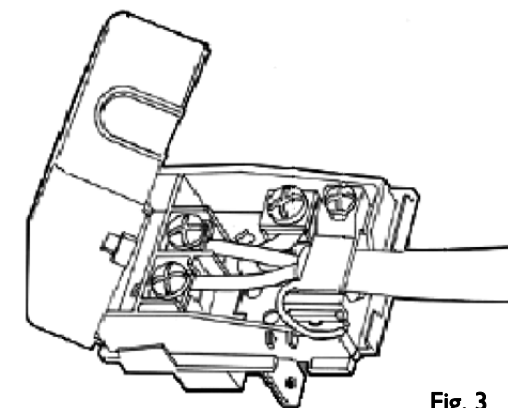

Fig. 3
- Sett inn ledningen i kabelklemmen og koble ledningene til tilkoblingsplaten (fig. 3).